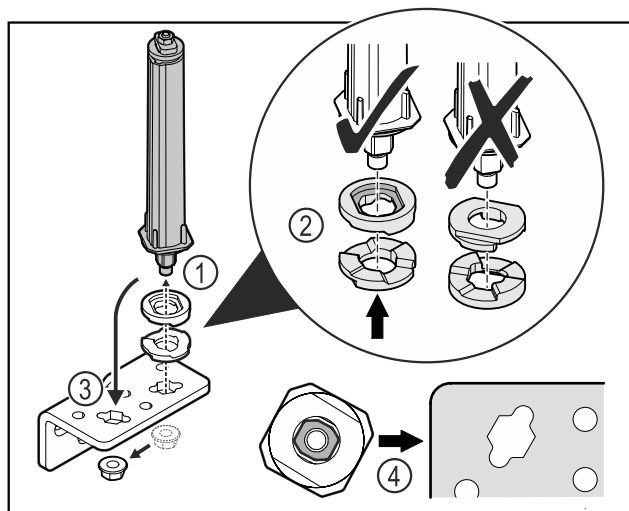

Fig. 35
- Lossa muttern och ta bort dörrlåssystemet Fig. 35 (1).
- Se till att rikta brickorna för höjdjustering korrekt Fig. 35 (2).
- Montera om dörrlåssystemet i gångjärnsfästet och fixera med muttern Fig. 35 (3).
- Kontrollera att dörrlåssystemet är korrekt riktat vid monteringen Fig. 35 (4).